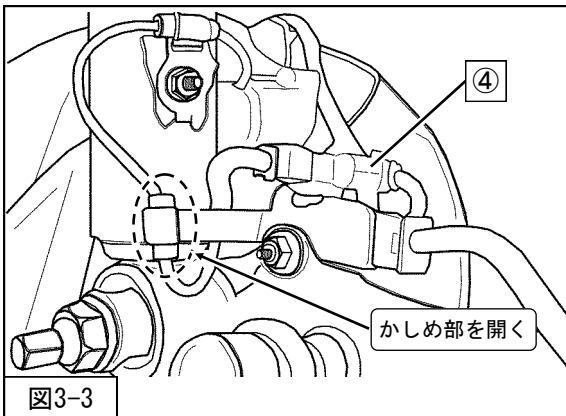

図3-3
4. AVS装着車は、④AVSコネクタを取外し防水を施し、周辺のABSセンサーハーネス等に固定してください。（図3-3）
5. AVS装着車は、ハーネスブラケットのかしめ部を開き、ハーネスを取外してください。（図3-3）